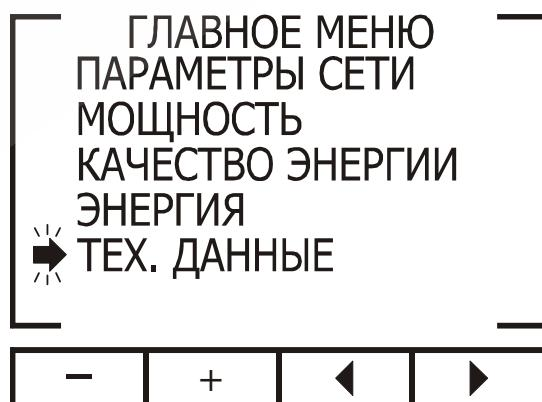

Рис. 8
1. Находясь в главном меню, выберите пункт **Тех. Данные** (рис. 8):